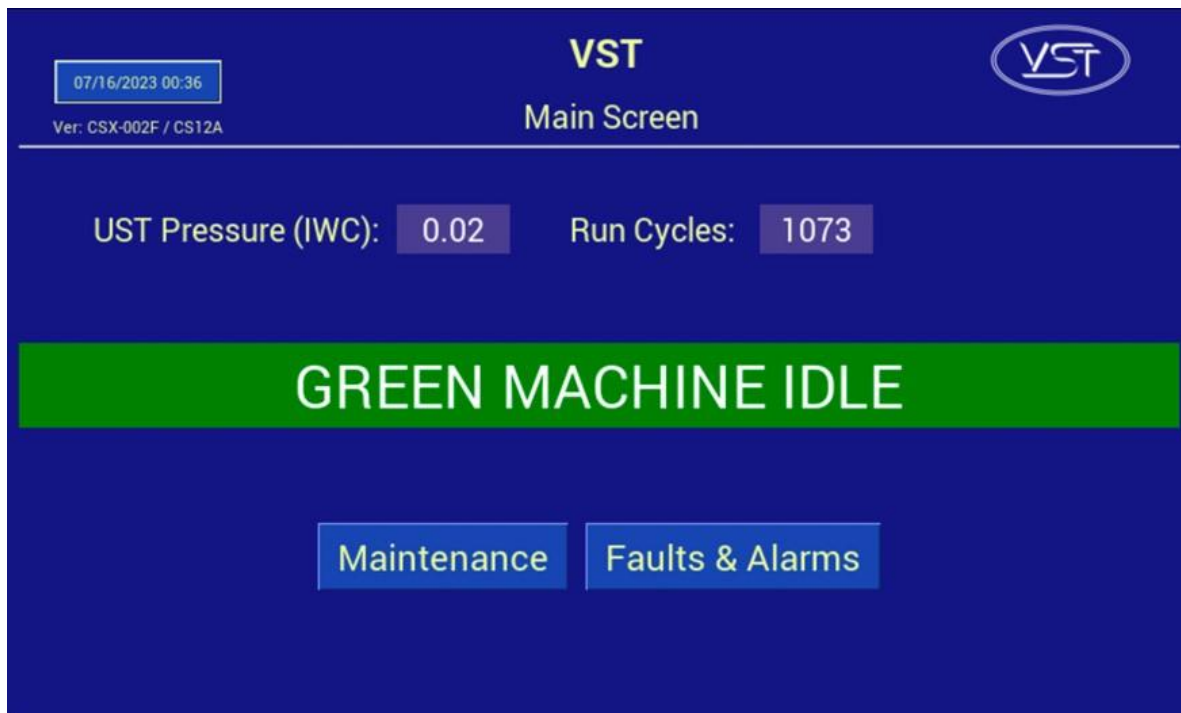

Figura 4-1: Pantalla principal
- El panel de control de VST está diseñado para manejar las funciones de la GREEN MACHINE en función de la presión del vapor del UST. La **Figura 4-1** muestra la parte frontal del panel de control con los siguientes elementos:
Vea la Figura 4-1.